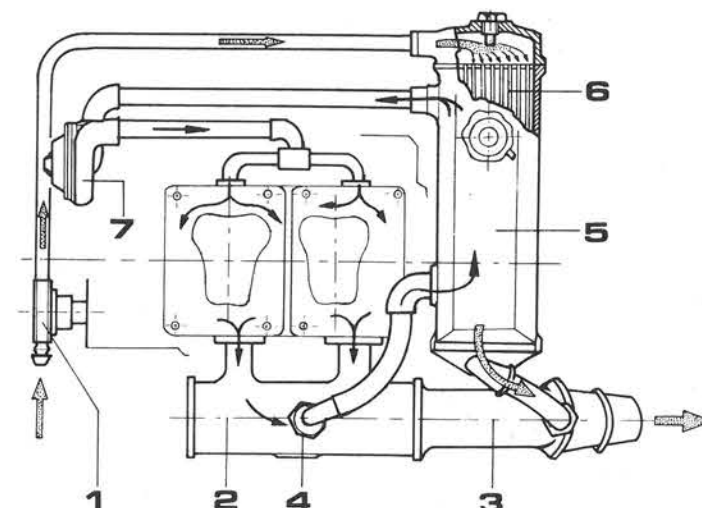

Fig. 10
Doppio circuito (a richiesta) con scambiatore di calore e valvola termostatica (fig. 10).
Double-circuit water cooling (fig. 10) (optional) with heat-exchanger and thermostatic valve.
4. DOPPIO CIRCUITO DI RAFFREDDAMENTO (fig. 10)